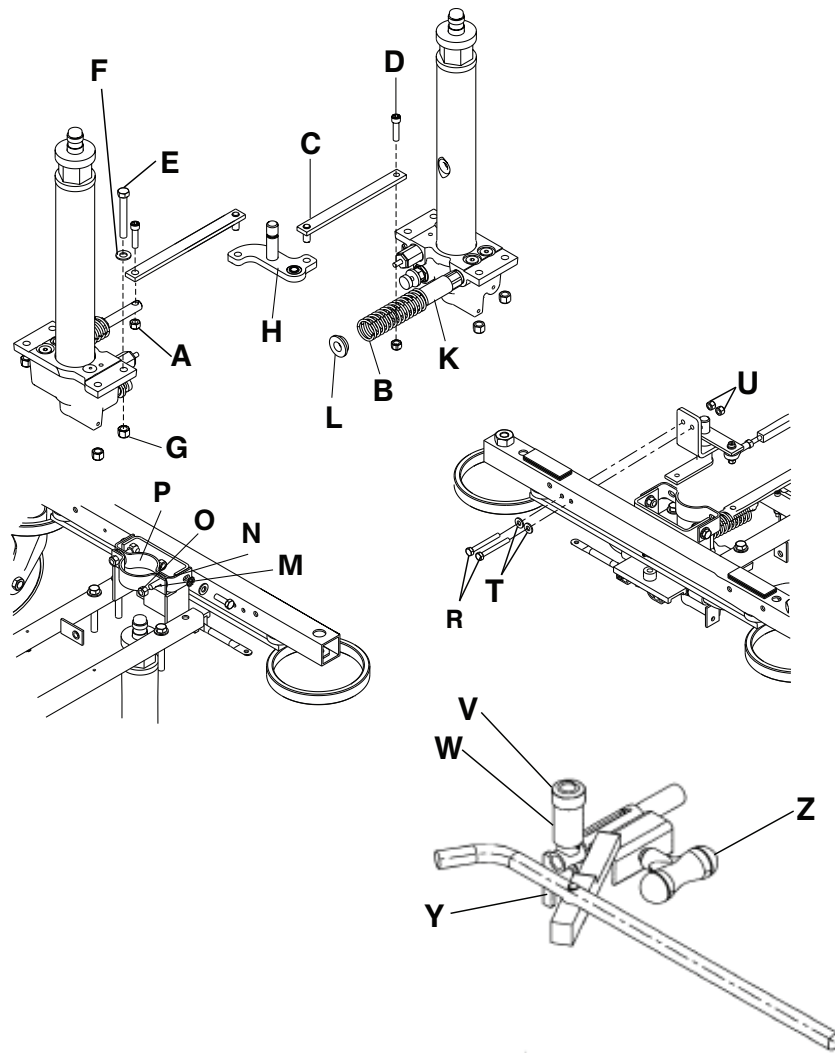

Figure 5 – Remplacement du vérin
4. À l'aide d'une clé à six pans de 3/8 po et d'une clé mixte de 1/2 po, retirer le contre-écrou (A) sous le piston de la pompe (Figure 5). Conserver le contre-écrou.
5. Comprimer le ressort du vérin (B). À l'aide d'un tournevis à fente, faire levier sur l'ensemble soudé de l'axe de liaison de la pompe (C) et la vis d'assemblage à six pans creux (D) pour les sortir du cylindre de la pompe. Conserver toutes les pièces.